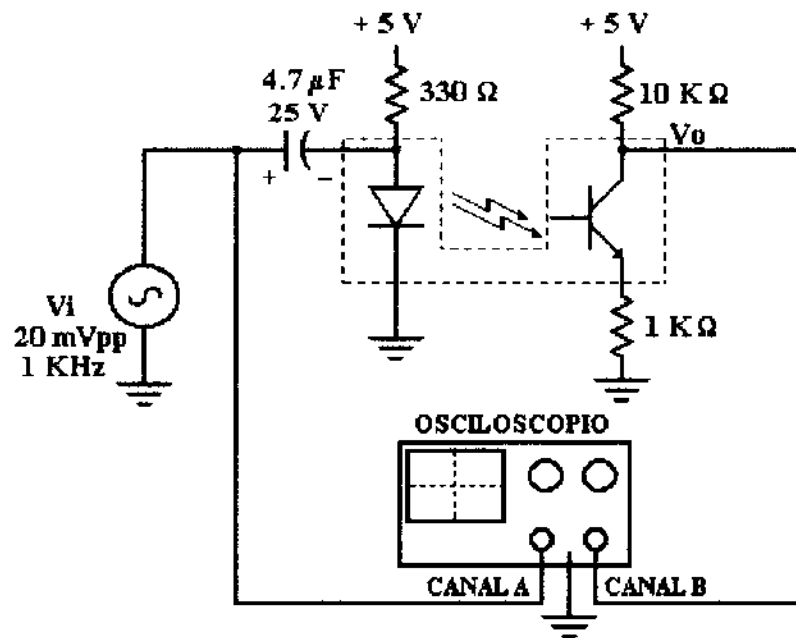

Figura 2.6.- Conexión elemental de un switch óptico
- 6.- Alambre el circuito de la figura 2.6.